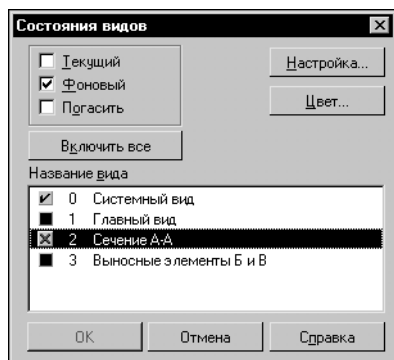

Рис. 16.15. Назначение вида фоновым
6. В появившемся на экране диалоге выберите вид *Сечение А-А*. Включите опцию **Фоновый** и нажмите кнопку **ОК** (рис. 16.15).